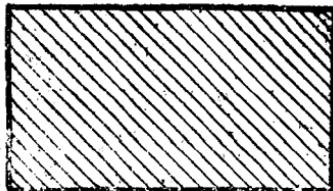

图 7
1. 金属 一般的金属如鑄鐵、鋼、銅等，都用图 7 这种代号来表示。一般的画法，剖面綫之